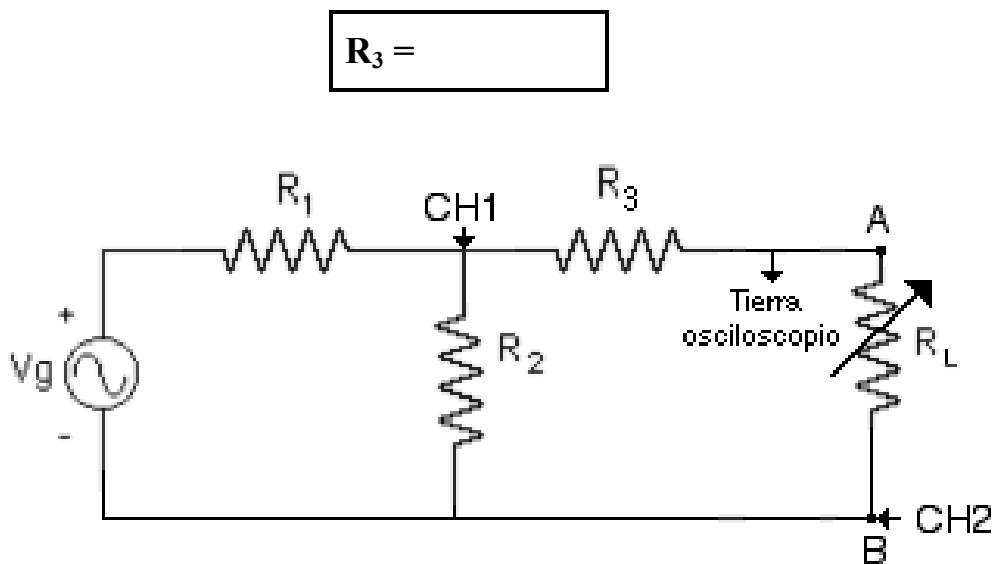

Figura 7.5.- Circuito para comprobar el teorema de Máxima Transferencia de Potencia con R_L variable utilizando el osciloscopio
10.- Teorema de Máxima Transferencia de Potencia (R_{TH} variable): El circuito analizado se va a utilizar para comprobar el Teorema de Máxima Transferencia de Potencia cuando se conecta una carga resistiva, utilizando el osciloscopio y midiendo la corriente I_L en forma indirecta, a través del voltaje sobre R_3 . Mida con el óhmetro el valor de la resistencia R_3 y conecte las dos puntas del osciloscopio como se indica en la Figura 7.5, **ASEGURÁNDOSE QUE EL OSCILOSCOPIO ESTÉ FLOTANDO**. El voltaje sobre la resistencia de carga R_L está invertido, por lo que debe invertir el canal correspondiente.